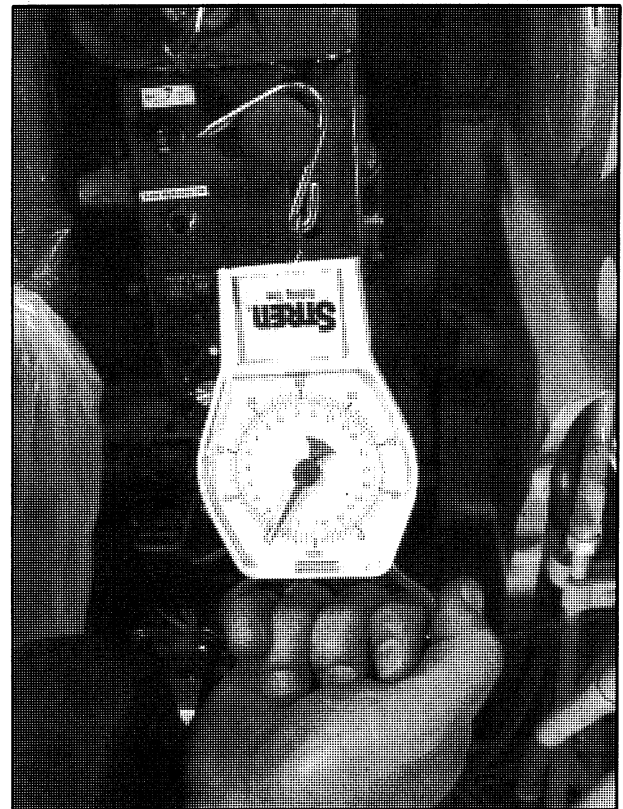

FIG. 5B
C. With the Throttle control lever still disconnected, install the scale on the throttle control handle as shown in Fig. 5B. (*Con el acelerador desconectado, instale el medidor de carga en la palanca de aceleración, tal como lo indica la Fig. 5B*).